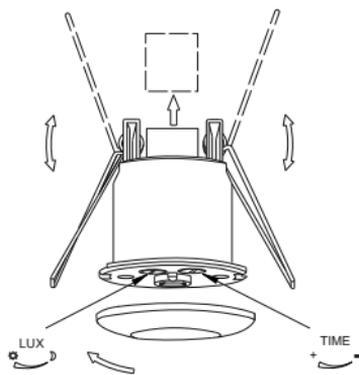

Рисунок 20 – Монтаж
- снять прозрачную крышку, защищающую контактные зажимы (рисунок 20).